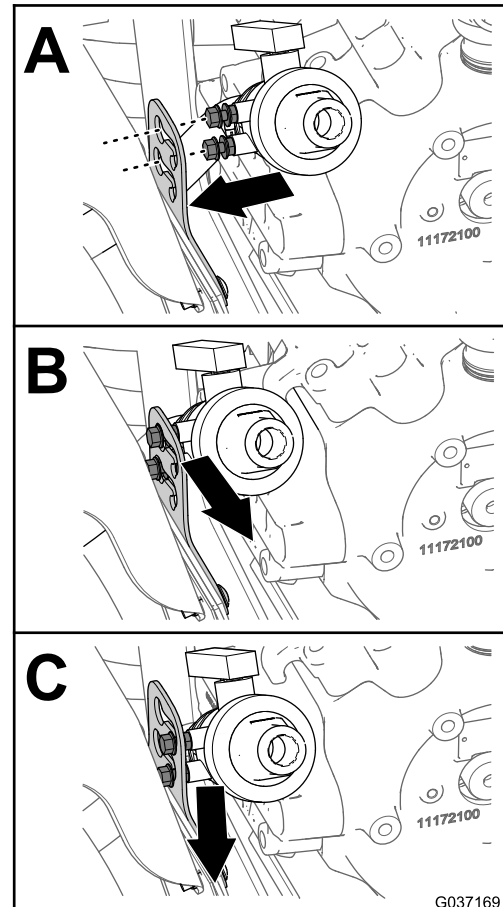

Bild 16
4. Fluchten Sie die Bundmutter des Ablassventils mit den Schlüsselbohrungen in der Ablassventilhalterung (Kasten A in Bild 16).
5. Schieben Sie das Ablassventil nach außen und unten, um das Ablassventil in der Halterung zu arretieren (Kasten B und C in Bild 16).